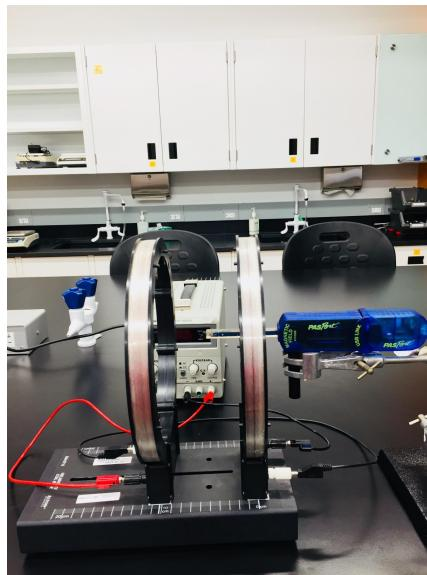

Figure 5: Bobine à 200 enroulements
1. Chaque bobine a le même nombre d'enroulements  $N$ . Le but de l'expérience est de déterminer la valeur de  $N$  en mesurant  $B_H$  au point milieu entre les deux bobines en fonction de  $I$  et en linéarisant l'équation (4). La pente nous permettra de calculer  $N$  et de le comparer avec la valeur donnée par le fabricant.
*Bobine avec 200 enroulements* (Figure 5). On trouve sur chaque bobine trois prises de courants: deux blanches et une noire. Branchez ensemble les prises blanches externes respectives des deux bobines par un fil conducteur. Branchez ensuite la source de courant à la prise blanche interne de chacune des bobines, c.-à-d. branchez le + à une bobine et le – à la seconde bobine. La prise noire n'est pas utilisée.
7. Branchez le dispositif bleu *Pasport* au détecteur de champ magnétique qui est un autre dispositif bleu (montré à la Figure 5). Placez l'extrémité de la sonde de Hall au centre des bobines aussi précisément que possible.